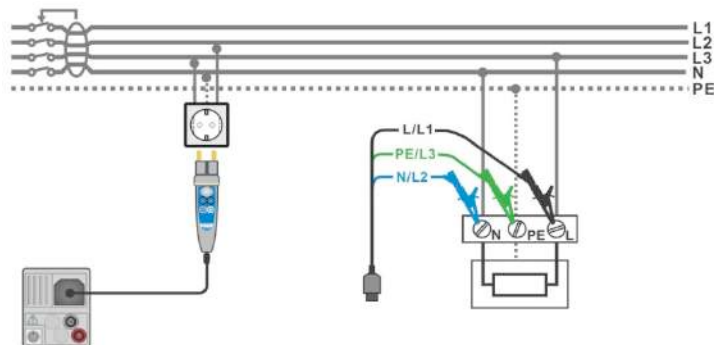

Рисунок 8.7: Измерение АВТО TN (УЗО).
- › **Подключите измерительный кабель или щуп «commander» к испытываемому объекту, см. Рисунок 8.7: Измерение АВТО TN (УЗО).**